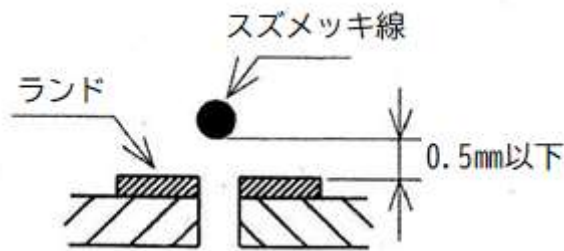

図6 配線の浮き上がり限界
- ① 配線は支給されたスズメッキ線を使用すること。部品リード線の使用は不可とする。
- ② 配線の際に基板のランドを剥離させないように注意すること。
- ③ 配線方向はX-Y方向とする。
- ④ 配線はできるだけランドの中央寄りに配し、ランドの外周をはみ出さないこと。
- ⑤ 配線は基板から浮き上がらないように直線的に行い、浮き上がりの許容差は図6に示すとおりにする。